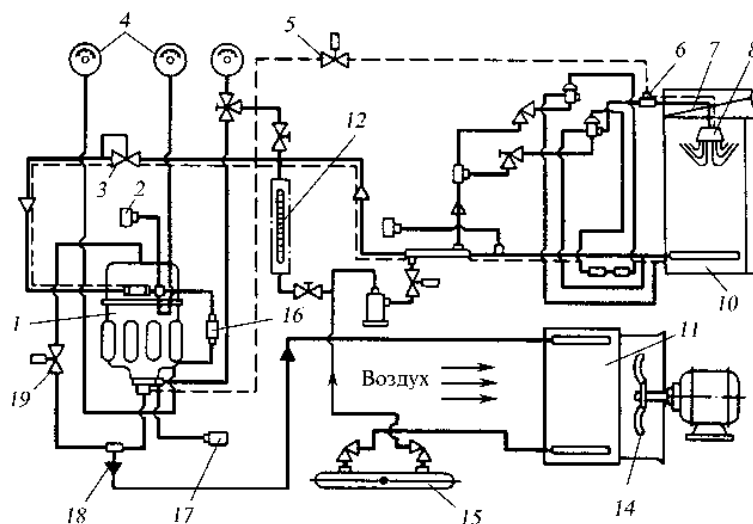

Рисунок 6 Тепловая схема холодильной машины типа ВР
6) Какой элемент обозначен под цифрой 14 тепловой схемы холодильной машины типа ВР (рисунок 6)?